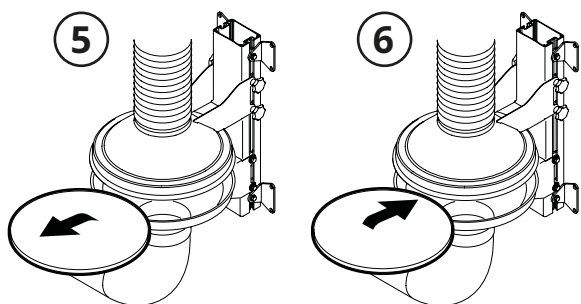

Fig. 17
4. Lyft ut metalltrådsfiltret från nedre konan (5, Fig. 17) och avyttra eller rengör med neutrala rengöringsmedel under ljummet kranvatten.
6. Placera det nya eller rengjorda metalltrådsfiltret i nedre konan (6) och förslut samt anslut samtliga detaljer som lossats under demonteringen.